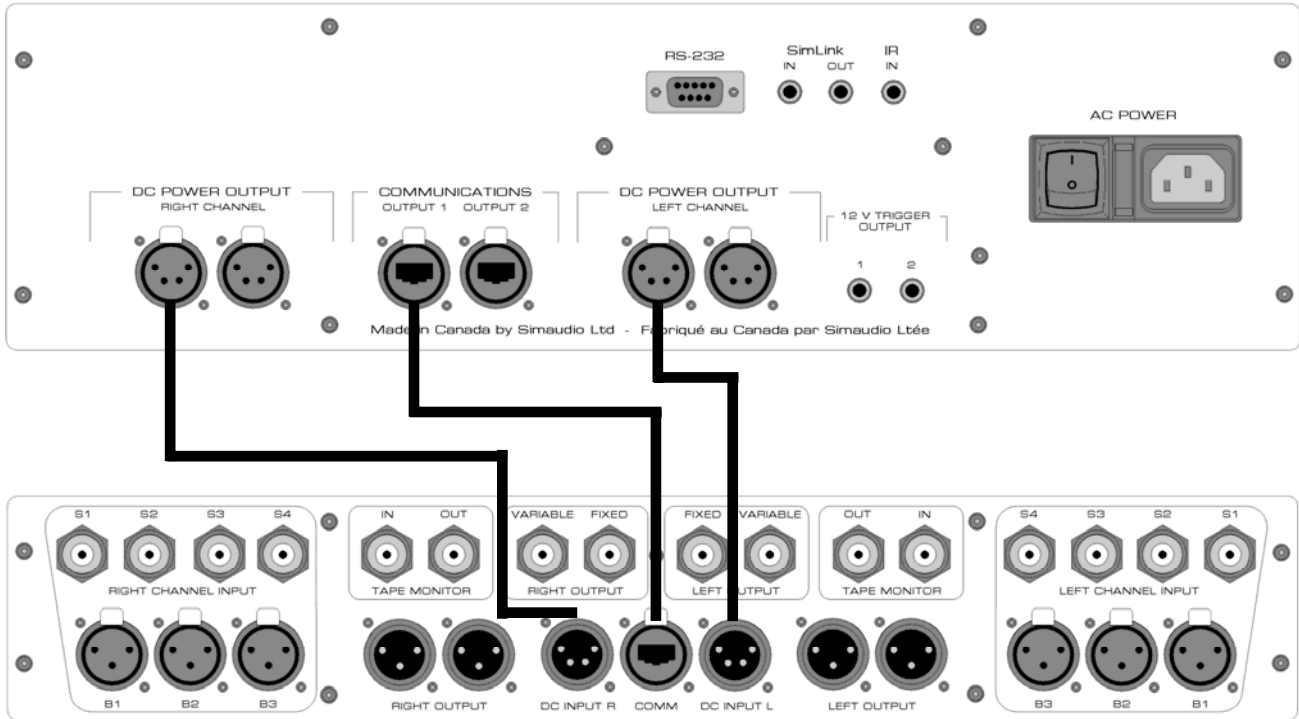

Figure 1: Connexions du Préamplificateur MOON P-8 (dessus) au Contrôleur P-8 (dessous)
1. Il y a trois connexions à effectuer pour relier le préamplificateur au contrôleur, comme le montre la Figure 1. Deux des câbles sont identiques et possèdent des connecteurs XLR, à chaque extrémité, le troisième utilise des connecteurs 8 broches de type « Ethercon ». En utilisant en premier un des 2 câbles XLR 4 broches fourni, connectez sa partie mâle à la prise nommée «DC Power Output Right Channel» (sortie d'alimentation, canal droit), située à l'arrière du Contrôleur. Connectez l'autre extrémité, munie de son connecteur femelle, à la prise «DC Input R» (entrée d'alimentation, canal droit). À l'aide du second câble identique, répétez l'opération pour le canal gauche. Connectez enfin le câble 8 broches (dont les deux extrémités sont identiques) aux prises « Communications Output 1 » pour le contrôleur et à celle indiquée « Comm » pour le préamplificateur. *Vous n'aurez besoin que d'une seule connexion à relier pour faire fonctionner votre P-8: Concernant La deuxième prise « Communications Output 2 » disponible à l'arrière du contrôleur, elle est prévue pour des possibilités et des utilisations futures. Ces trois câbles sont de longueur bien déterminée pour obtenir des performances optimales; n'essayez pas de modifier leurs longueurs.*